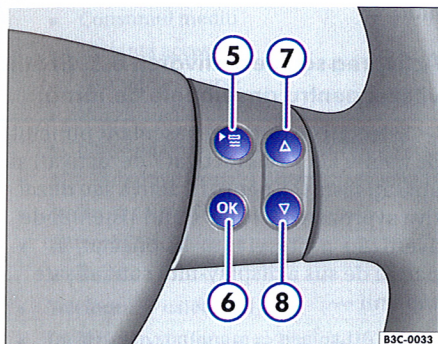

Fig. 13 Volanul multifuncțional: Partea dreaptă
- Apăsați tasta ⇒ fig. 13 5 de pe volanul multifuncțional până când se va afișa meniul **Einstellungen** (setări).
- Apăsați tasta de pe volanul multifuncțional⁸⁾ ⇒ pagina 20, fig. 13" 5 până la afișarea meniului **Fzg.-Status** (statut autov.).
- Apăsați tasta **≡** de pe volanul multifuncțional⁹⁾ ⇒ pagina 20, fig. 13" **5** până la afișarea meniului **Einstellungen** (setări).
- Apăsați tasta **≡** de pe volanul multifuncțional¹⁰⁾ ⇒ pagina 20, fig. 13" **5** până la afișarea meniului **Einstellungen** (setări).
– Apăsați tasta **[☰]** de pe volanul multifuncțional¹¹⁾ ⇒ pagina 20, **fig. 13"** **5** până la afișarea meniului **Einstellungen** (setări).